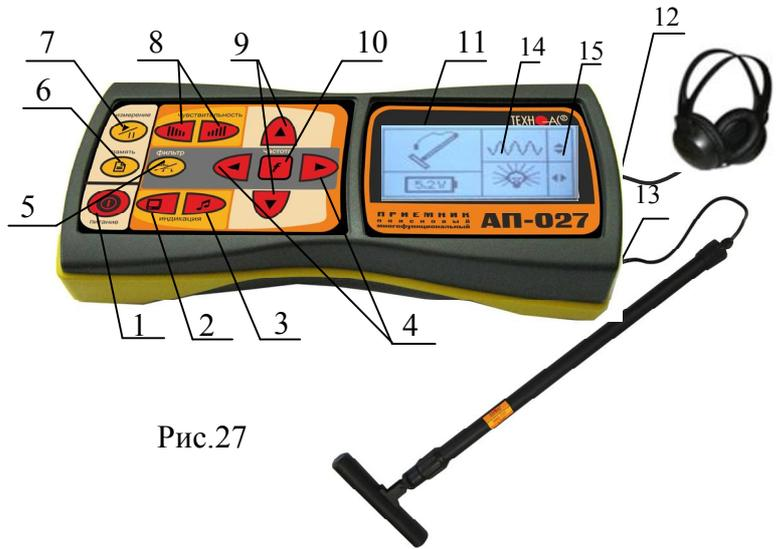
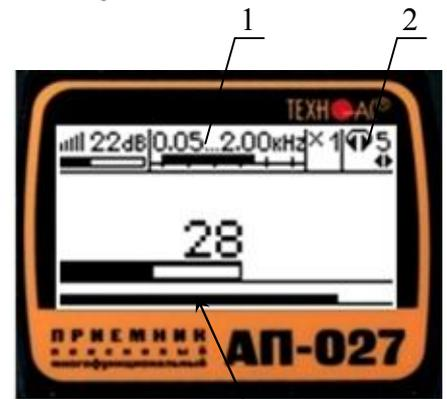

Рис.27
Рис.28
1) включить питание приемника АП-027 кнопкой **1** поз.1 рис. 27.
3) выбрать вид принимаемого сигнала сигнал «непрерывный \sim » или «импульсный \square », в зависимости от режима заданного на генераторе (любой из кнопок $\blacktriangle/\blacktriangledown$ поз.9 рис.27, см. подсказку поз.15 рис.27)
4) установить необходимый уровень подсветки индикатора приемника, используя для этого кнопки $\blacktriangleleft/\blacktriangleright$ поз.4 рис.27.
1) запустить режим «измерение» кнопкой \square поз.7 рис.27.
3) выбрать частоту, установленную на генераторе кнопками $\blacktriangleleft/\blacktriangleright$ поз.4. рис.27.
4) выйти из режима регулировки фильтра, нажатием кнопки «частота» **f** поз.10 рис.27. На индикаторе в зоне окна поз.1 рис. 28 исчезнет указатель подсказки и появится в зоне поз.2 рис.28 (возможность регулировки звука).
5) установить комфортную громкость звука в телефонах поз.2 рис.28, для этого нажать на кнопку режима звуковой индикации поз.3 рис.27 и отрегулировать громкость кнопками $\blacktriangleleft/\blacktriangleright$ поз.4 рис.27 (если кнопки не используются для регулировки фильтра).
6) Установить уровень входного сигнала кнопками «чувствительность» |||| и ||||| поз.8 рис. 27 по индикатору «узкая шкала» (предпочтительно на 50...70% от максимума) поз.3 рис. 28.
7) установить необходимый коэффициент усиления фильтрованного сигнала множителем « $\times 1/2/4/8$ » нажимая на кнопки $\blacktriangle/\blacktriangledown$ поз.10 рис.27, не допуская перегрузок.